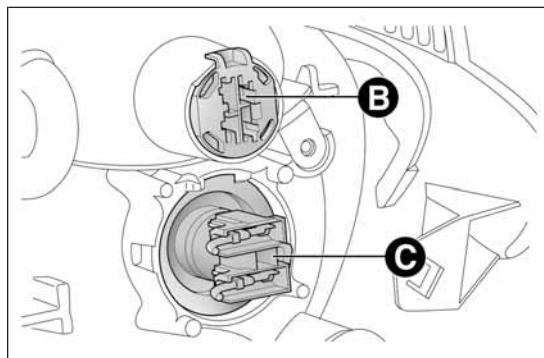

fig. 135
- ☐ extraer el portalámparas B fig. 135, quitar la lámpara y sustituirla;
- ☐ extraer el portalámparas C fig. 135, quitar la lámpara y sustituirla;